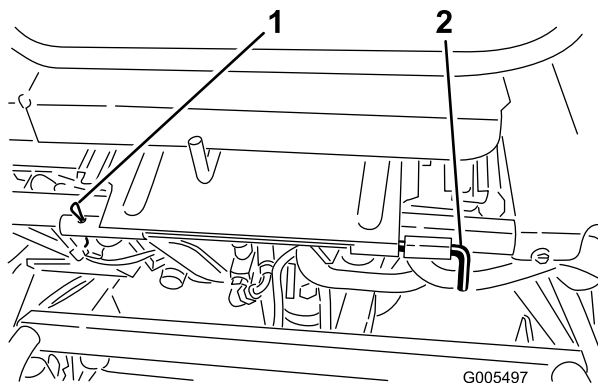

Figura 36
3. Abbassate il sedile e togliete la coppia che fissa l'asta orientabile del sedile al telaio (Figura 36).